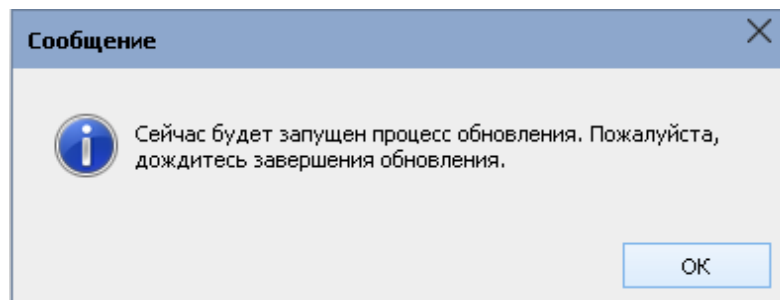

Рис. 16 – Сообщение, полученное после нажатия кнопки «Обновить ПО»
7. После нажатия кнопки «Обновить ПО» будет выведено следующее сообщение (Рисунок 16).